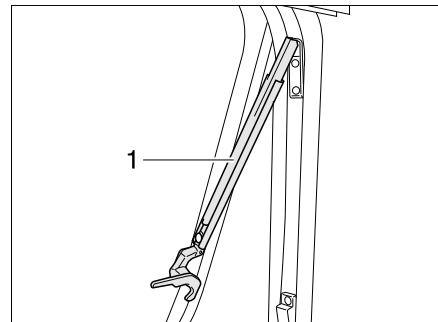

Bild 53 Ausstellfenster mit Automatik-Ausstellern, geöffnet
- Ausstellfenster bis zur gewünschten Raststellung öffnen. Der Automatik-Aussteller (Bild 53,1) rastet selbstständig ein.